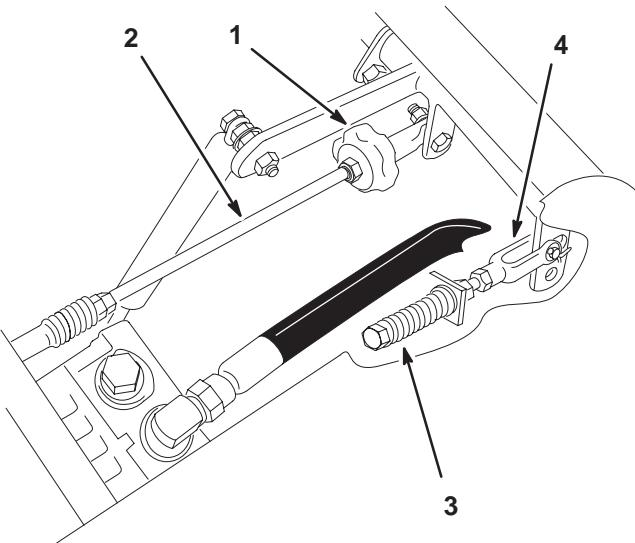

Bild 58
- Stellen Sie die Länge der Pumpstange ein, indem Sie das Handrad an der Stange so weit in die entsprechende Richtung drehen, bis das Rad stillsteht oder sich leicht zurückdreht (Bild 58).